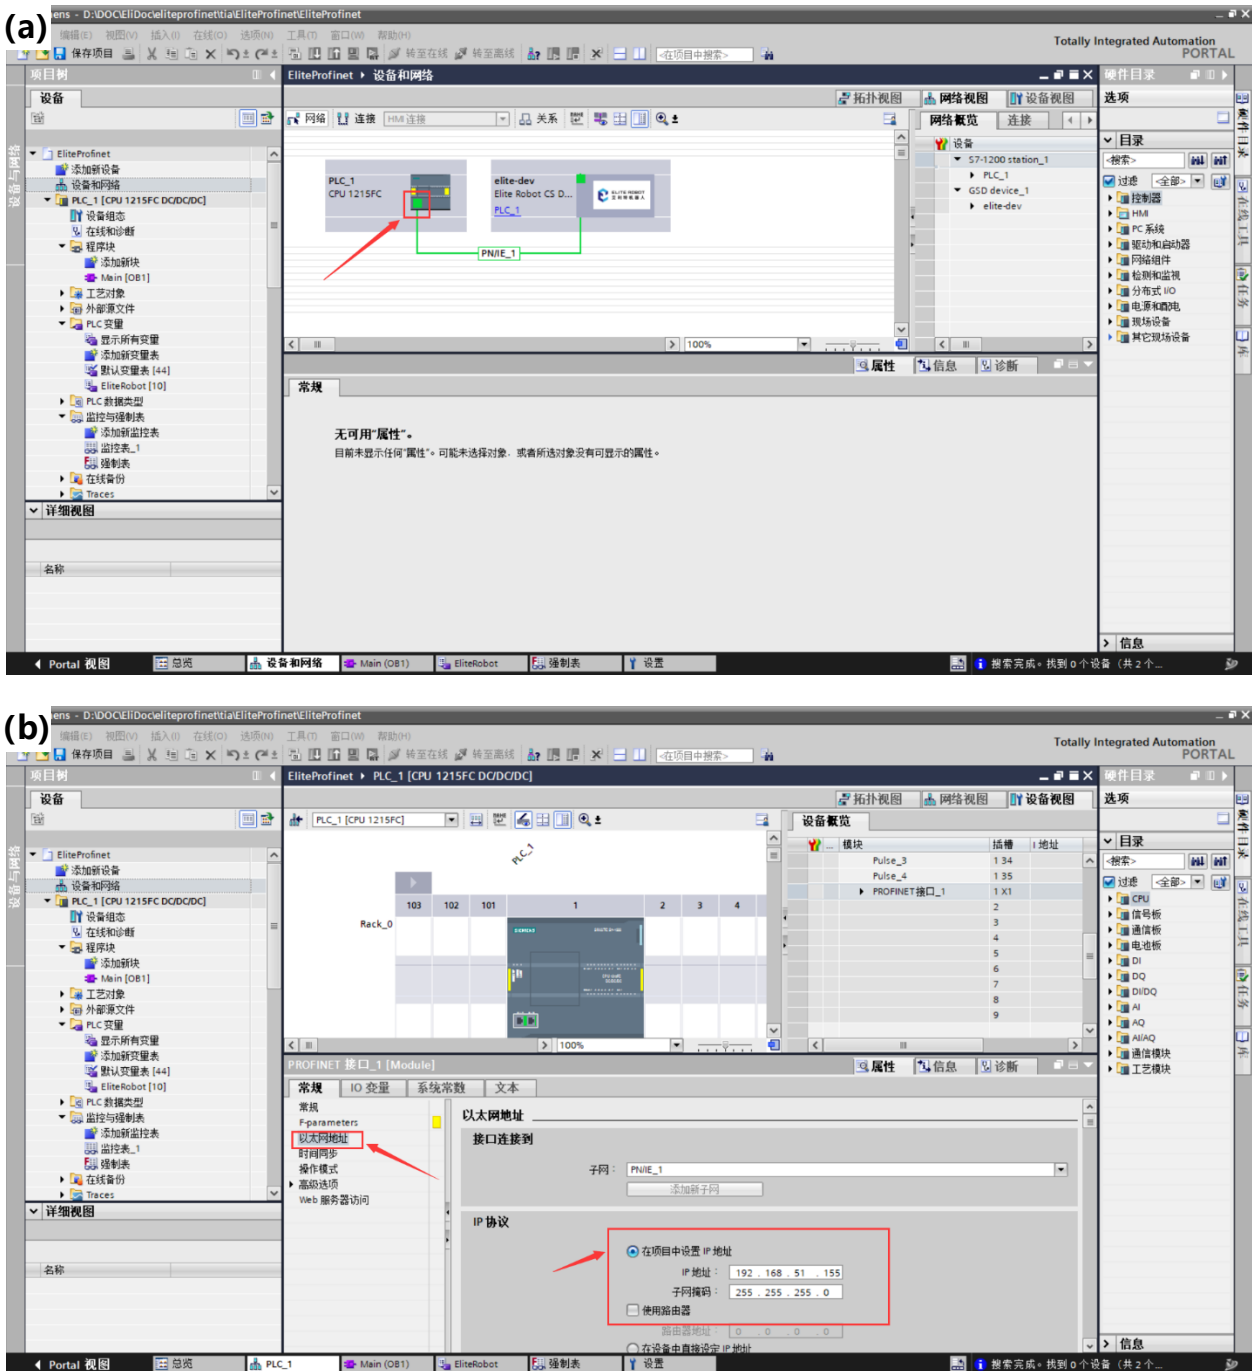

图 15-4 配置 PLC 网络
3) 双击 PLC 网卡配置以配置 PLC 网络, 注意需要将 PLC 网络 IP 配置为和机器人 FB2 网络同一网段下, 如图 15-4 (a) 和 (b) 所示。